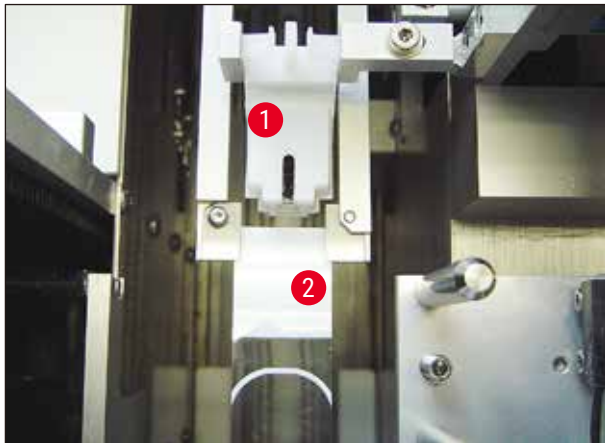

図 24
1. 最後に、グリッパー (→ 図 24-1) が動作中にディスペンサーニードルクリーナー (→ 図 24) と衝突したり、搬送されてきたスライド (→ 図 24-2) のグリッパーと衝突したりしないことを確認します。